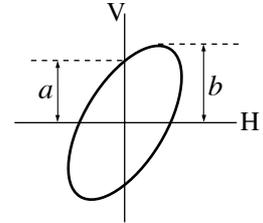

図15
- ⑥端子5をオシロスコープのGND端子に、端子3をオシロスコープのINPUTに、端子4をEXT-INPUTに接続する。
- ⑦CR発振器のATTENUATORは-30dBにする。
- ⑧オシロスコープのMODEをEXT-HORIZに切り換えると、画面に図15のような楕円ができる。